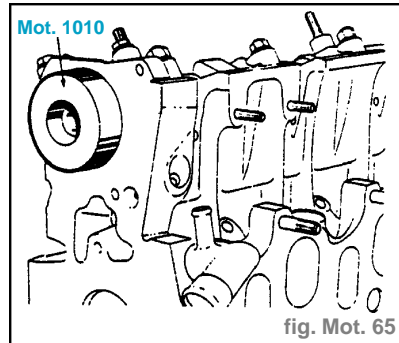

fig. Mot. 65
- Joint côté volant moteur (fig. Mot. 65).